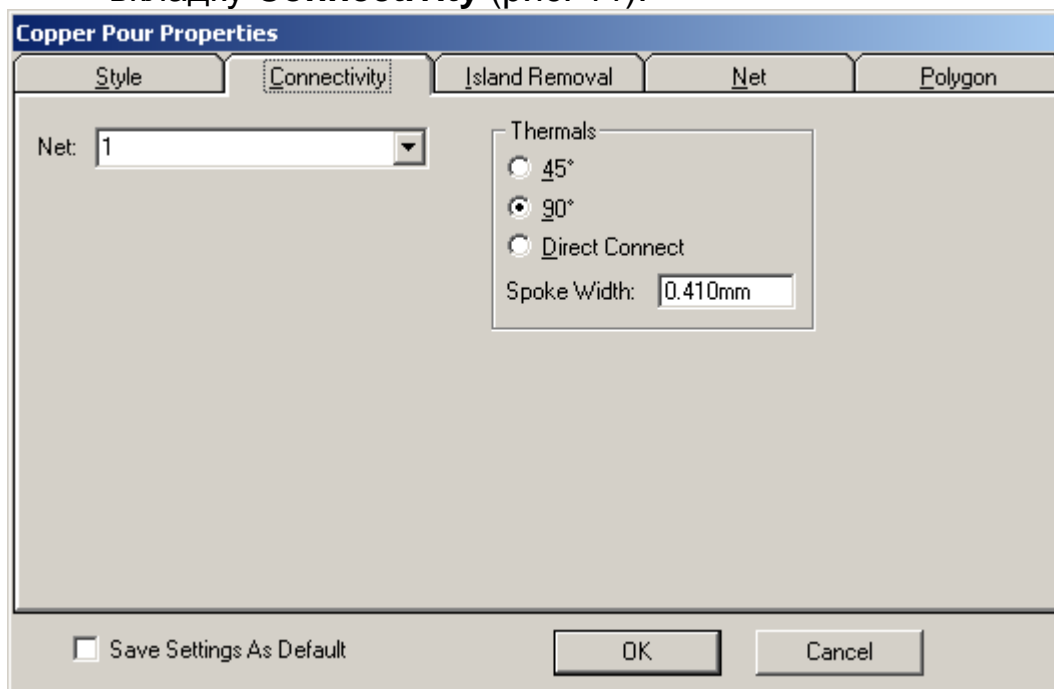

Рис. 11 Настройка параметров соединения области металлизации
4.14 Также необходимо установить параметры соединения заливки с уже существующими цепями. Перейдите на вкладку **Connectivity** (рис. 11).